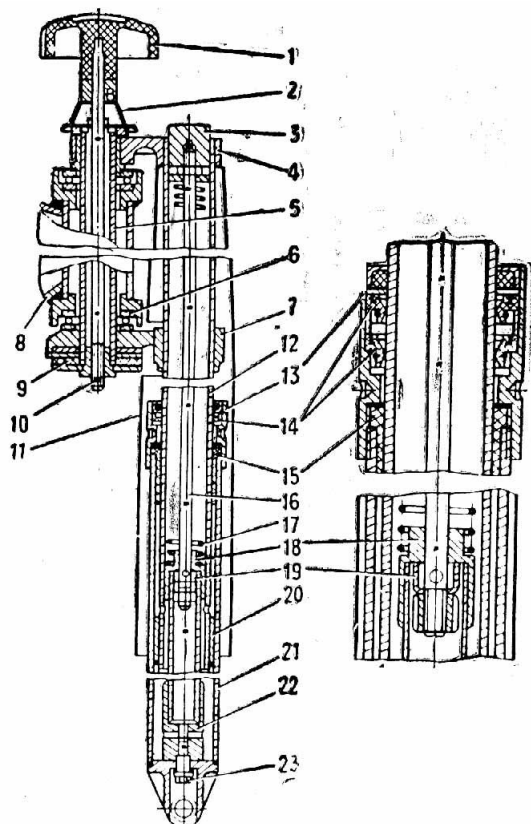

Рис. 20. Телескопическая вилка:
5.3.2. Передняя телескопическая вилка с двухкулачковым тормозом (рис. 20).